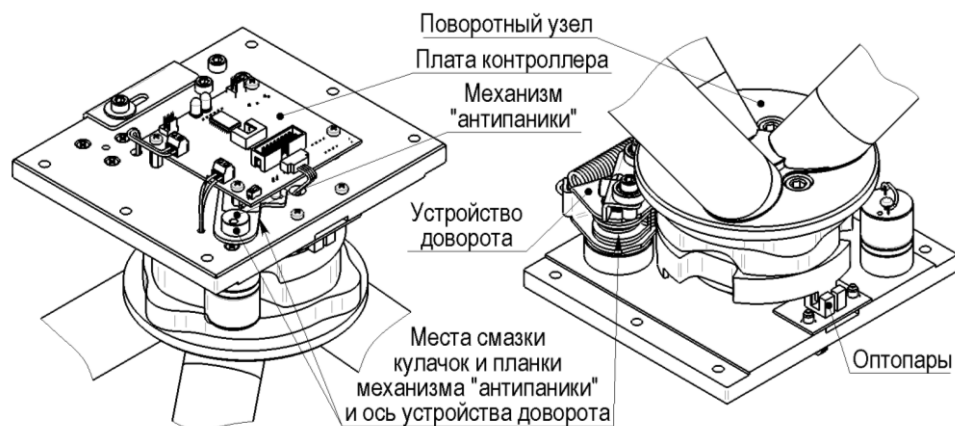

Рис.7 Расположение узлов и деталей трения. Места смазки
- выполните смазку следующих узлов трения (см. рис.7), смазка – «Литол» или аналогичная: